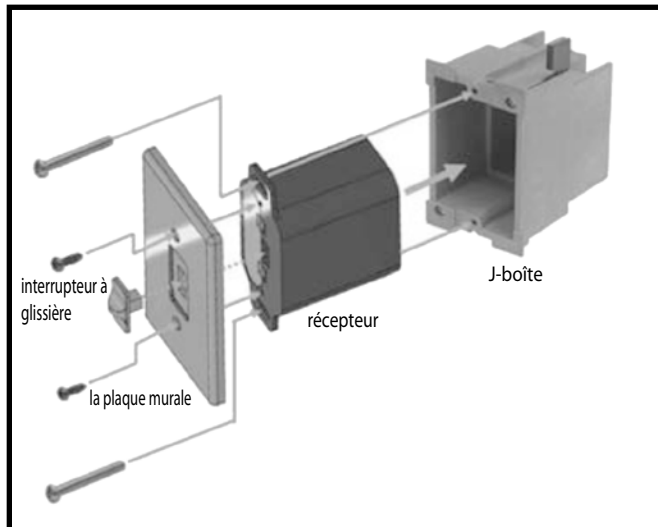

Figure 9: Montage mural du récepteur.
2. Installer le récepteur dans la boîte de jonction en utilisant les vis existantes case J (figure 9).
3. Insérez les quatre (4) piles de type AA dans le compartiment à piles en respectant la polarité.
9. En utilisant les deux (2) vis fournies fixer le couvercle au receveur.